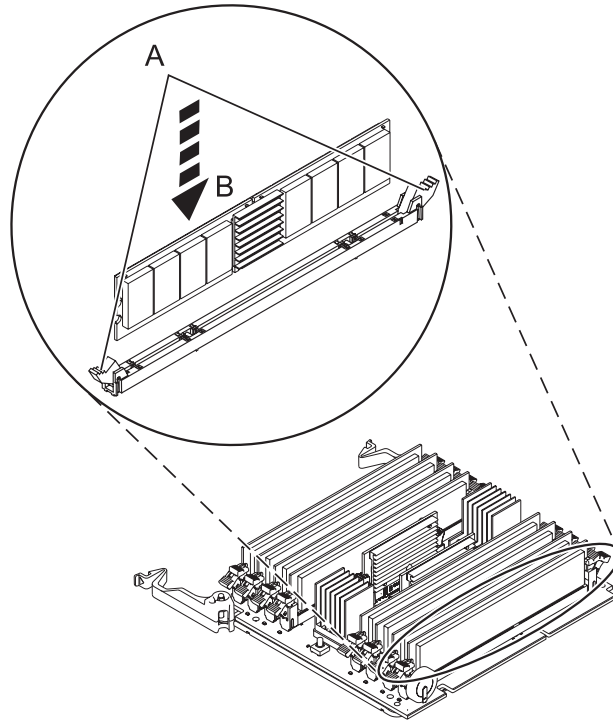

Abbildung 22. Speichermodul austauschen
10. Achten Sie darauf, dass die Verriegelungszungen (**A**) des Anschlusses nach außen in die entriegelte Position gedrückt sind (siehe Abb. 22 auf Seite 29), bevor Sie ein neues Speichermodul einsetzen.